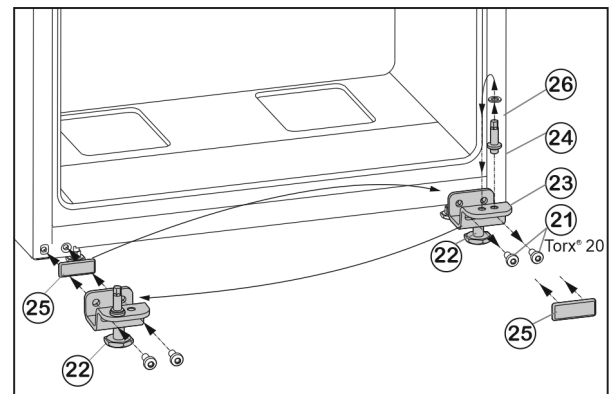

Fig. 7
- ▶ Развийте закрепващите винтове Fig. 7 (21).
- ▶ Свалете долната лагерна опора Fig. 7 (23) заедно с лагерния болт Fig. 7 (24), шайбата Fig. 7 (26) и крака Fig. 7 (22).
- ▶ Развийте лагерния болт Fig. 7 (24) заедно с шайбата Fig. 7 (26), поставете го в срещуположния отвор за лагерната опора и го завийте отново.
- ▶ Внимателно свалете покриващата плоча Fig. 7 (25) и я преместете на срещуположната страна.
- ▶ Отново завийте долната лагерна опора Fig. 7 (23) заедно с лагерния болт Fig. 7 (24), шайбата Fig. 7 (26) и крака Fig. 7 (22) върху новата страна на пантите, евент. с помощта на акумулаторна отвертка (с 4 Nm).
- ▶ Поставете долната врата отгоре върху лагерния болт Fig. 7 (24).
- ▶ Развийте крака Fig. 7 (22) на лагерната опора долу Fig. 7 (23), докато опре върху пода.